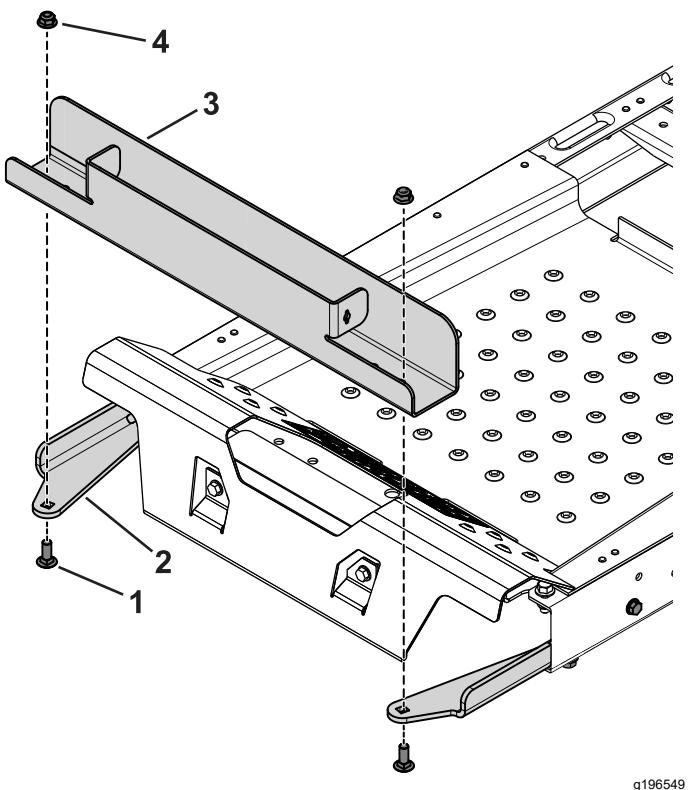

Figura 4
3. Pomoću 2 zavrtnja sa poluokruglom kapom ($\frac{3}{8} \times 1"$) i navrtki sa prirubnicom pričvrstite ležište za teg za nosače (Figura 4).